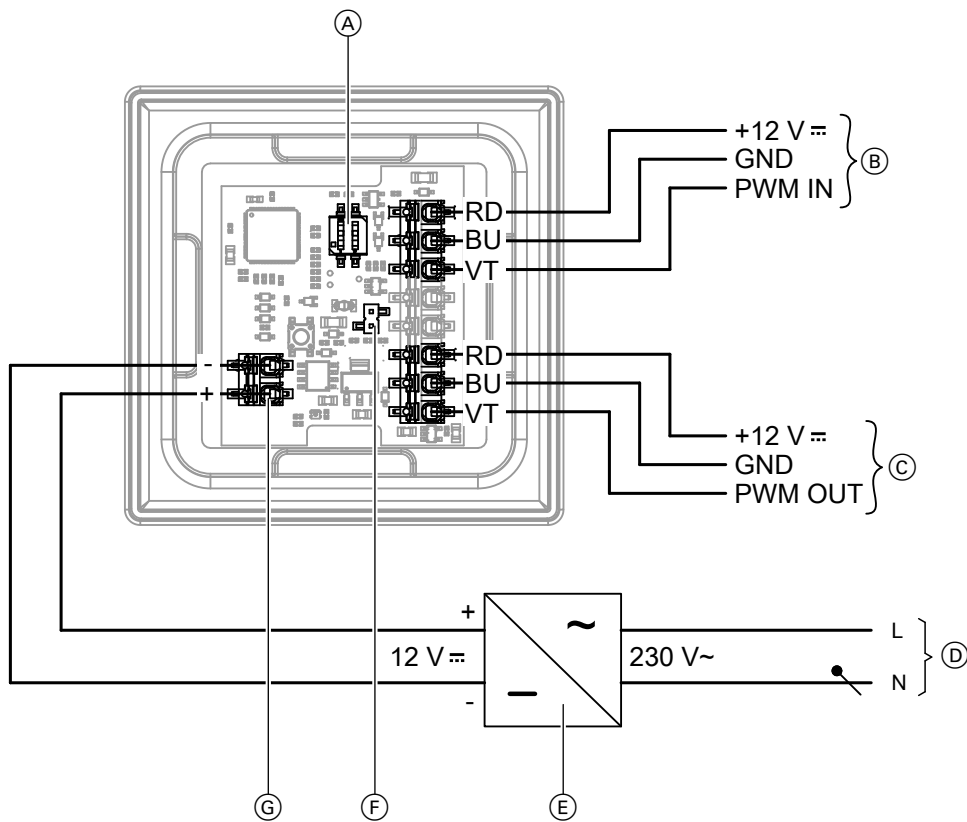

Abb. 53
1. 12-V- und Kommunikationsleitungen von der Innenwandblende durch Unterputzdose führen und an Bedienteil anschließen: Siehe Abb. 53.
3. Netzteil Unterputz an Leiterplatte Bedienteil anschließen: Siehe Abb. 53.
3. 12-V-Leitung vom Netzteil an Bedienteil anschließen: Siehe Abb. 53.